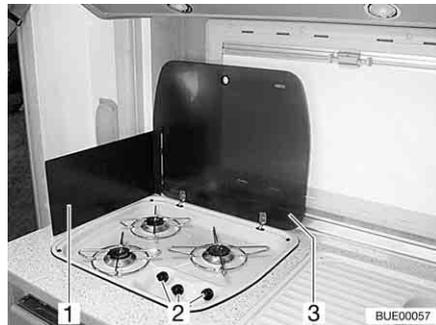

Fig. 199 Cocina de gas
- Abrir la tapa de la cocina de gas (Fig. 199,3).
- Según el modelo, desplegar o colocar la chapa guardallamas (Fig. 199,1).
- Girar el regulador giratorio (Fig. 199,2) correspondiente al quemador deseado a la posición de encendido (llama alta).